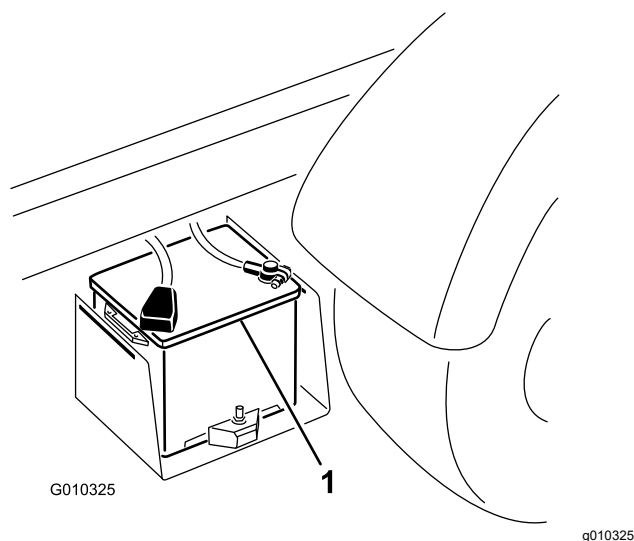

Figura 51
2. Collegate un cavetto portatile tra i poli positivi delle due batterie (Figura 51). Il polo positivo